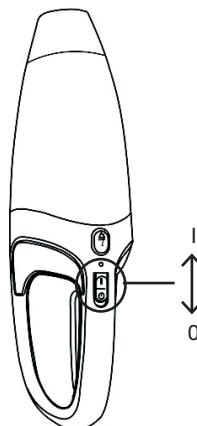

Figure 5
3. Pour mettre en marche l'aspirateur, positionnez l'interrupteur "marche/arrêt" sur la position "I" (marche) (Fig. 5).
4. En fin d'utilisation, positionnez l'interrupteur "marche/arrêt" sur la position "0" (arrêt) puis reposez-le sur son socle afin de charger la batterie pour l'utilisation suivante (Fig. 5).